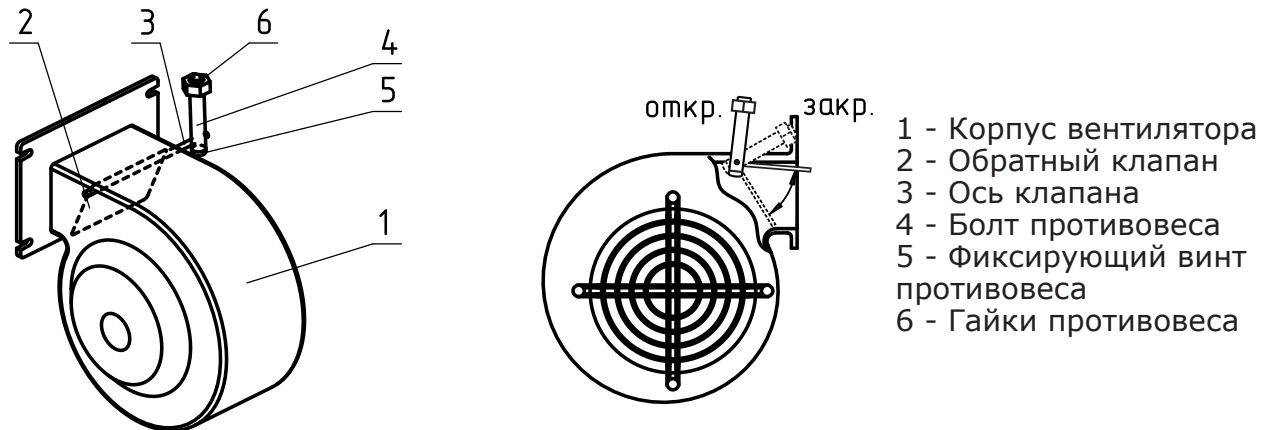

Рис.6 Вентилятор наддува
5.17. Вентилятор наддува (Рис.6) состоит из корпуса (поз.1), обратного клапана (поз.2), который имеет два положения, открыто и закрыто, оси клапана (поз.3), болта противовеса (поз.4) с фиксирующим винтом (поз.5) и гайками (поз.6).